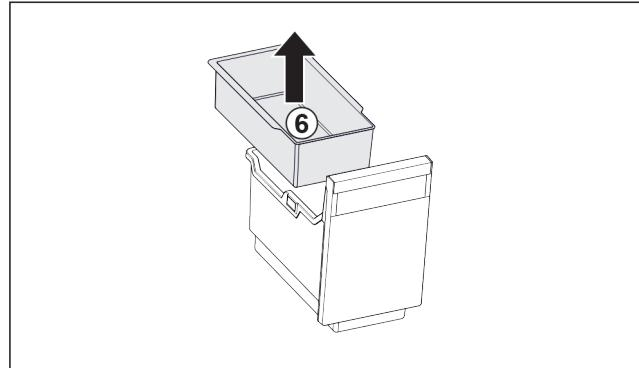

Fig. 23
- Vyjměte závěsnou misku Fig. 23 (6).